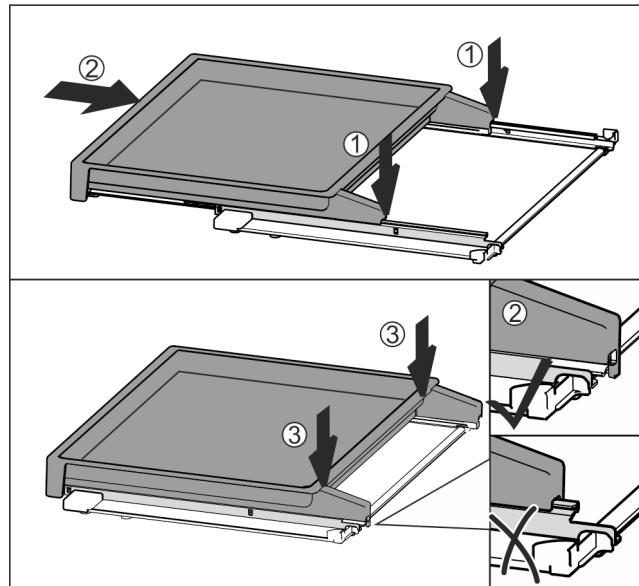

Fig. 44
- Nasadte vyťahovaciu poličku centricky na koľajničky Fig. 44 (1).
- Úplne zasuňte vyťahovaciu poličku Fig. 44 (2).
- Tlačte na zadnú stranu, kým počuteľne nezapadne Fig. 44 (3).